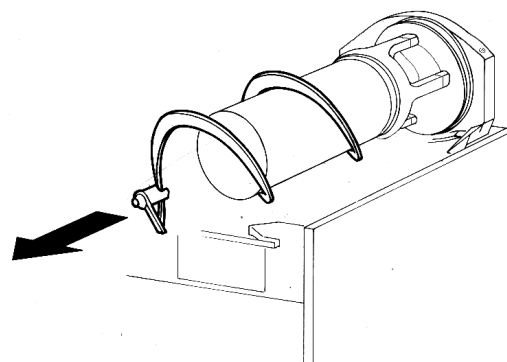
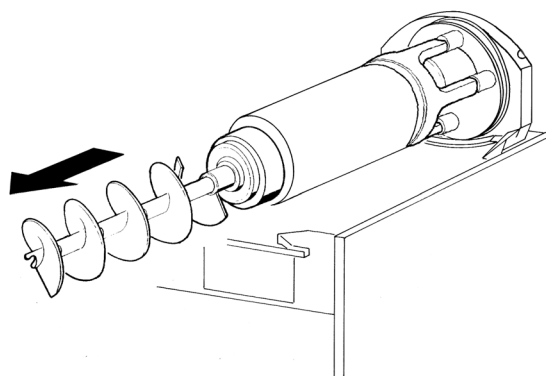

figura 8
figura 9
- 3 - Desenfiar del evaporador el rascador exterior (ver figura 8) y después el rascador interior (ver figura 9).